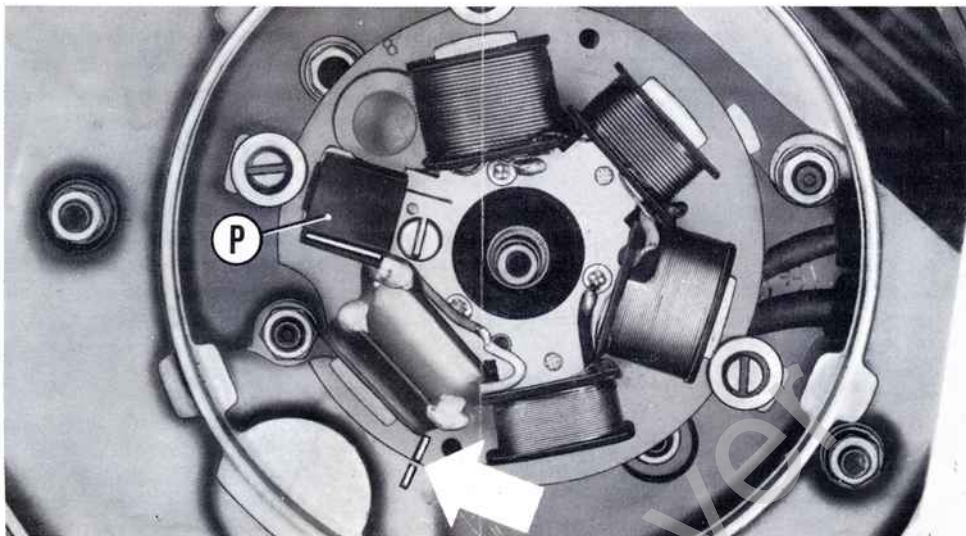

Fig. 17 - Operazioni per il controllo della fasatura meccanica
Non esistendo in questo tipo di accensione, come già descritto a pag. 10, la presenza di organi meccanici sottoposti ad usura, la fasatura rimane praticamente inalterata nel tempo. Qualora si renda necessario procedere alla rimozione (per eventuali sostituzioni) dello statore è **importante**, al rimontaggio, al fine di assicurare una corretta fasatura meccanica **che la tacca di cui è provvisto lo statore risulti perfettamente allineata con la corrispondente tacca ricavata sul carter motore** (come indicato con freccia in fig. 17).
*Tale fasatura risulta corretta quando la scintilla scocca nell'attimo in cui la traccia (bianca) del Pik-up « P » (fig. 17) è allineata fra le due tracce incise sull'asola del rotore (visibili asportando la protezione in gomma). Per effettuare questo controllo (che richiede la disponibilità di particolari attrezzature, pistola stroboscopica ecc.) è indispensabile rivolgersi ai Concessionari PIAGGIO.*